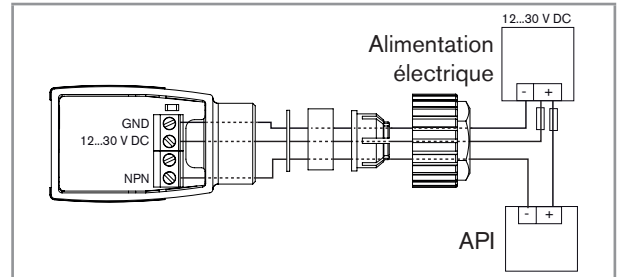
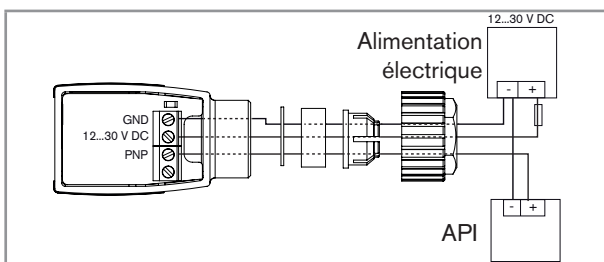

Fig. 3 : Appareil avec presse-étoupe – raccordement NPN de la sortie transistor
Fig. 4 : Appareil avec presse-étoupe – raccordement PNP de la sortie transistor
- Raccorder la sortie transistor. La sortie transistor peut être connectée dans les modes suivants : NPN ou PNP. Se reporter à Fig. 3 ou Fig. 4.